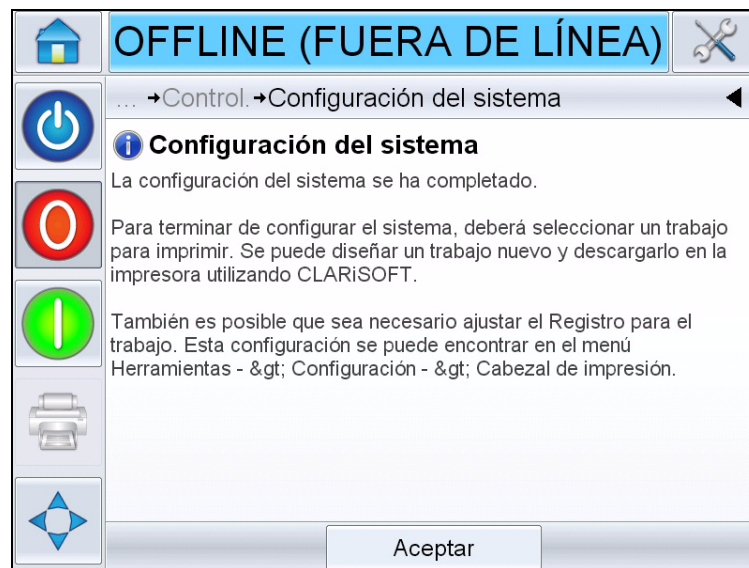

Figura 5-15: Configuración del sistema completa
- 6 Toque **Sig. >** para completar la configuración del sistema (consulte la Figura 5-15).